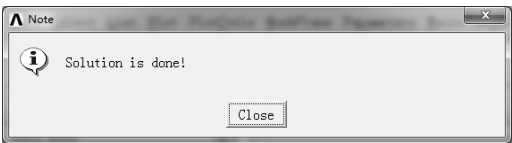

图 9-77 “Note”对话框
2)选择“Main Menu>Solution>Solve>Current LS”命令,弹出求解信息窗口,其中“/STATUS Command”窗口显示所要计算模型的求解信息和载荷步信息。单击“Solve Current Load Step”对话框中的“OK”按钮,程序开始求解,求解完成后弹出“Note”对话框,如图 9-77 所示。单击“Close”按钮关闭。